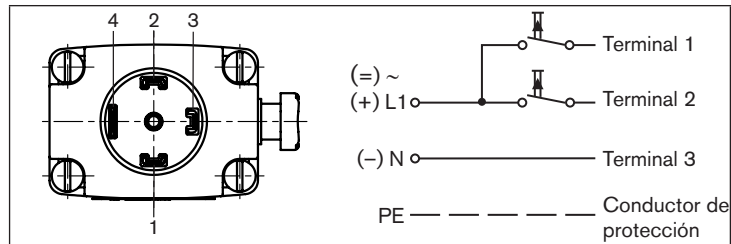

Imagen 4: Conexión eléctrica - Versión de impulsos (CF 02)
- Conéctelos como se muestra en «Imagen 4». Un impulso en el terminal 1 cierra la válvula, un impulso en el terminal 2 abre la válvula.